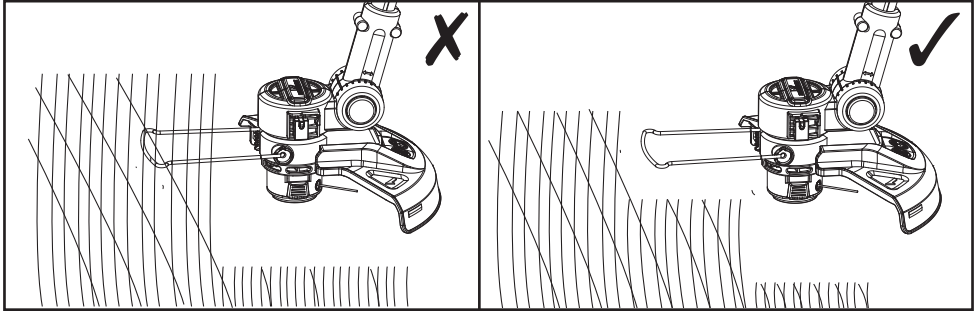

Fig. 9
- No permita que la tapa de la bobina (16) golpee el suelo.
- Asegúrese de que la máquina permanece limpia y libre de restos que puedan provocar atascos. Compruebe esto cada cierto tiempo. Suelte el interruptor de encendido / apagado (2) y desconecte la batería (19) antes de realizar cualquier comprobación.
- Recorte el césped más largo en varias fases; no corte césped largo con un solo corte. Para obtener los mejores resultados, corte la hierba más larga por pasos (Fig. 9).